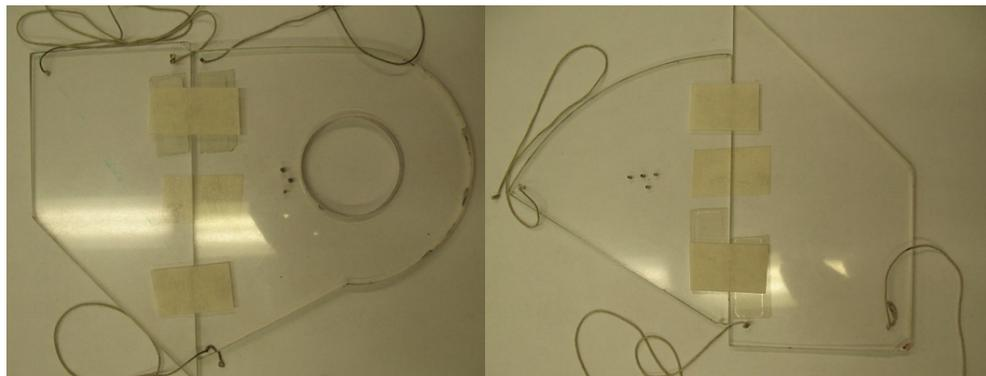

Figura No. 2
- Una con cinta adhesiva dos de las figuras de acrílico, y construya una figura compuesta como las mostradas en la *Figura No. 2*.